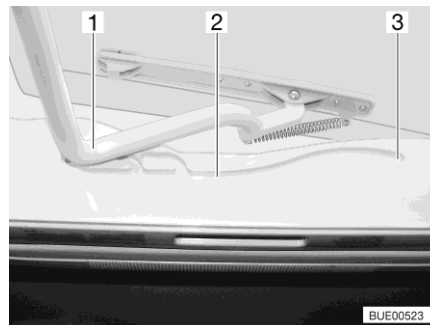

Bild 88 Führung (Heki-Dachhaube)
- Den Bügel (Bild 88,1) in den Führungen (Bild 88,2) bis in die hinterste Position (Bild 88,3) ziehen.
- Den Bügel (Bild 88,1) mit beiden Händen leicht nach oben drücken.
- Den Bügel in den Führungen (Bild 88,2) bis zur gewünschten Stellung ziehen.